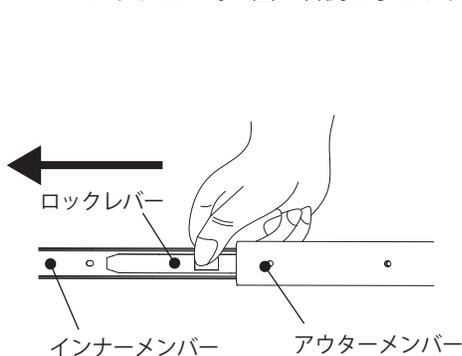

図5
- ①ロックレバーを押し込んでロックを解除して、インナーメンバーをアウターメンバーから取り外してください。(図5)